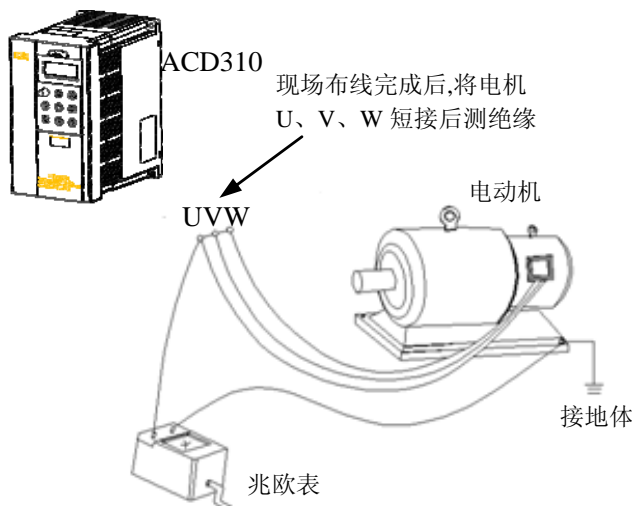

图 1-1 电机绝缘检查示意图
- (1) ACD310 系列变频器为电压型变频器，使用时电机的温升、噪声和振动与工频运行相比较略有增加，属正常现象。
- (2) 如果需要以低速恒转矩长期运行，必须选用变频电机。若使用一般的异步交流电机低速运行时，应监控电机温度或采取强制散热措施，以防烧毁电机。
- (3) 减速箱及齿轮等需要润滑的机械装置在长期低速运行时，可能由于润滑效果变差造成损坏，请事先采取必要措施。
- (4) 若超过电机额定频率运行时，除了考虑电机的振动、噪音增大外，还必须确保电机轴承及机械装置的使用速度范围，请务必事先确认。
- (5) 对于提升设备和大惯性之类的负载，变频器常会因产生过流或过压故障而跳闸，为保证正常工作，应考虑选配适当的制动组件。
- (6) 应通过端子或其它正常的命令通道对变频器进行起停控制。严禁在变频器输入侧使用接触器等强电开关直接频繁起停操作，否则会造成设备损坏。
- (7) 如果需要在变频器输出和电机之间安装接触器等开关器件，请确保变频器在无输出时进行通断操作，否则可能会损坏变频器。
- (8) 变频器在一定的输出频率范围内，可能会遇到负载装置的机械共振点，可设置跳跃频率来避开。
- (9) 使用前，应确认电源电压在允许的工作电压范围之内，否则应做变压处理或订购特种变频器。
- (10) 在海拔高度超过 1000 米的条件下，变频器应降额使用，每增加 1500 米高度输出电流约降低额定电流的 10%。
- (11) 电机在首次使用或长时间放置后再使用之前，应做电机绝缘检查。请使用 500V 电压型兆欧表按图 1-1 所示进行检查，绝缘电阻不得小于 5 MΩ，否则有损坏变频器的可能。